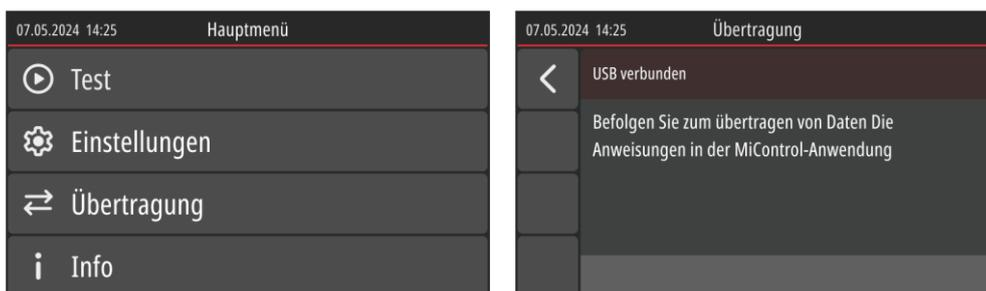

Abbildung 14: Hauptmenü (linke Abbildung) und Modus für die Datenübertragung (rechte Abbildung)
- Schalten Sie den Tester ein, es erscheint das Hauptmenü (siehe Abbildung 14, linke Seite).
- Wählen Sie eine Übertragungsoption ⇒ ECT-752 wechselt in den Modus Datenübertragung, siehe rechts in Abbildung 14.